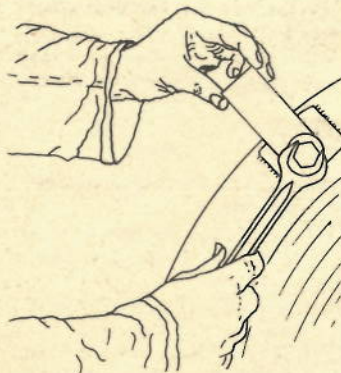

Abb. 19
4.6 Auswechseln der Messerklingen (Abb. 19)